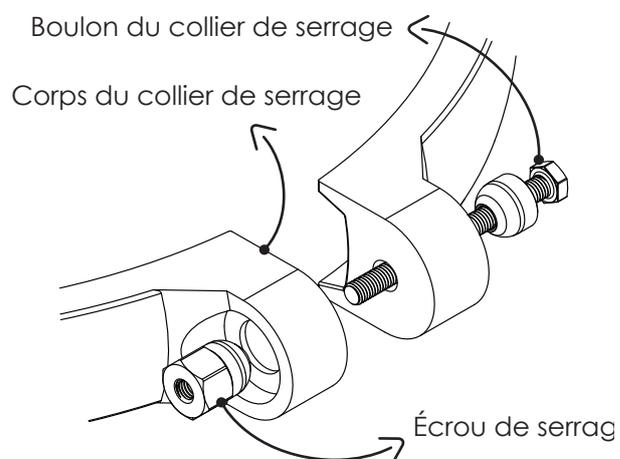

Figure 5
1. Utilisez **UNIQUEMENT** des composants d'origine ; les composants de collier de serrage non originaux peuvent se briser en cours d'utilisation et provoquer une séparation explosive des composants. Vérifiez que les corps de filtre supérieur et inférieur sont correctement fixés à l'aide de la bride du corps de filtre. Ne jamais se contenter de serrer à la main l'écrou de serrage sur le boulon de serrage. En utilisant une douille de 3/4" sur une clé dynamométrique, serrer l'écrou de serrage et le boulon de serrage à 17 Nm (150 pouces-livres). (Voir Fig 5)